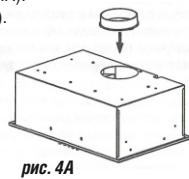
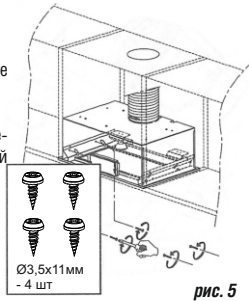

рис. 4А
рис. 5
- Установите КВ вместо нижней панели подвесного элемента мебели (рис.4) и закрепите КВ винтами самонарезающими Ø3,5x11 (рис. 5).